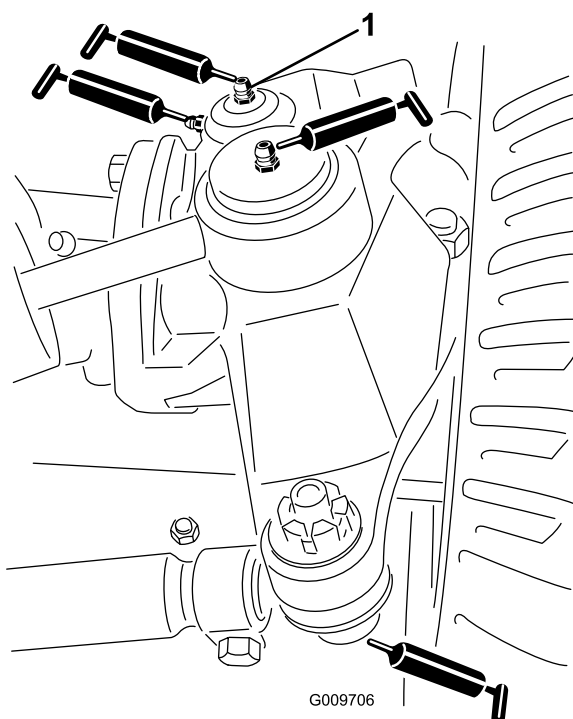

Figura 28
- Rótulas do cilindro de direção (2) (Figura 28)
- Rótulas esféricas da barra de ligação (2) (Figura 28)
- Casquilhos do pino principal (2) (Figura 28). **O bocal superior do pino principal apenas deverá ser lubrificado uma vez por ano (2 bombas).**